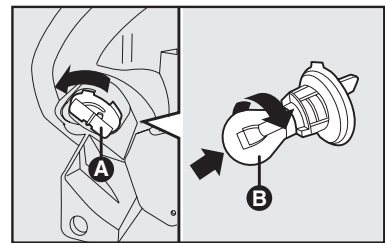

fig. 20
### Delanteras fig. 20
- quite la lámpara **D-fig. 20** empujándola ligeramente y girándola en sentido antihorario y sustitúyala;